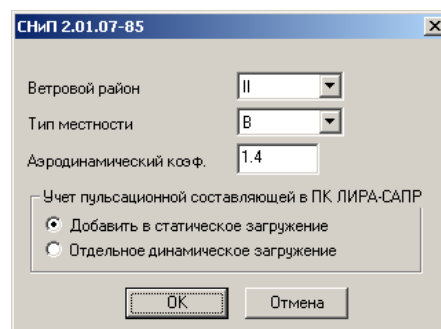

Рис.1.17.3. Окно диалога СНиП 2.01.07-85
- в окне диалога **СНиП 2.01.07-85** (рис.1.17.3) задайте следующие параметры: